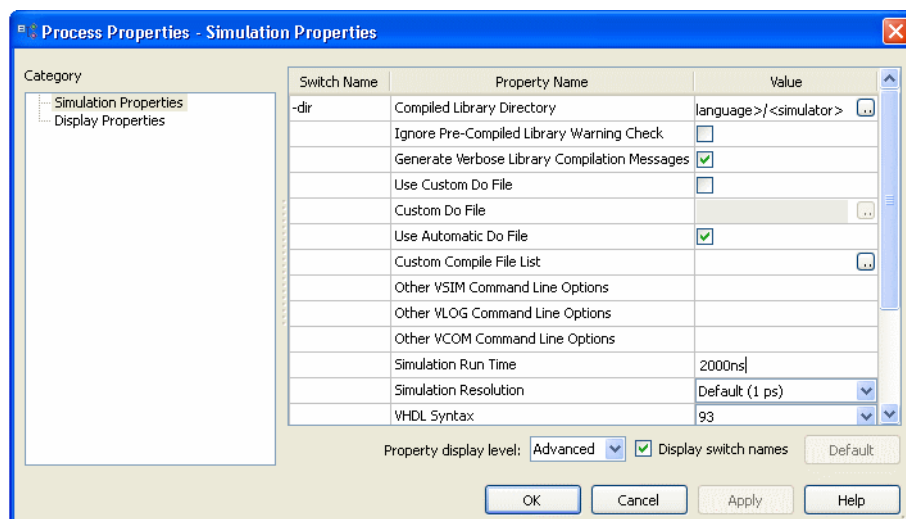

図 4-3 : ビヘイビア シミュレーションのプロセス プロパティ
3. [Process Properties] ダイアログ ボックス (図 4-3) で、[Property display level] が [Advanced] に設定されていることを確認します。